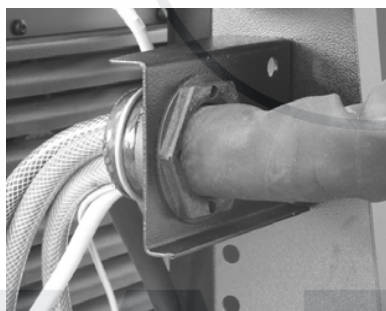

Рис. 3/31
- Устройство подачи проволоки DRIVE4 поставить на поперечину (A6) (рис. 3/29 и 3/30).